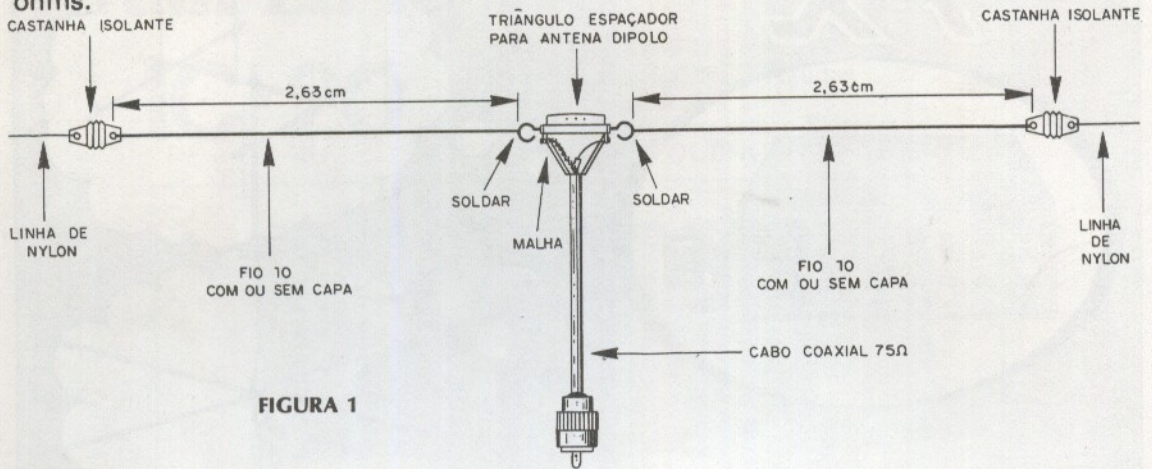

FIGURA 1
a)- cabos coaxiais fora de bitola, b)- cabos de descida fora da impedância normalmente adequada, sendo que especificamente neste caso, é bom lembrar que, existem antenas que funcionam melhor quando colocadas com cabos coaxiais de 75 ohms, Exemplo ANTENA DIPOLO, figura 1.